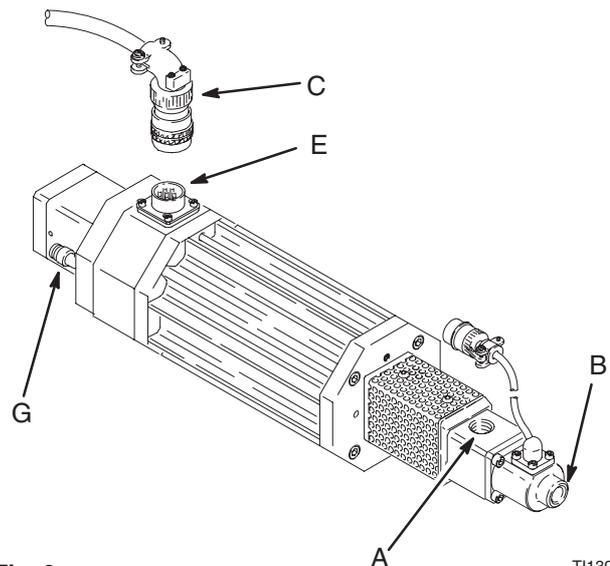

Fig. 2
2. Conecte la línea de suministro de fluido a la entrada de fluido de 3/8–18 npt (A). Vea la Fig. 2.
3. Conecte una línea de fluido entre la salida de fluido de 3/8–18 npt (B) y el dispositivo dispensador.
4. Enchufe el cable eléctrico (C) al conector de la válvula dosificadora (E).
5. Conecte una línea neumática de 6,35 mm (0,25 pulg.) D.E. entre la entrada de aire del dispositivo de cierre (G) y la válvula neumática que acciona el dispositivo de cierre.
2. Desenchufe el cable eléctrico (C) del conector de la válvula dosificadora (E). Vea la Fig. 2, en la página 4.